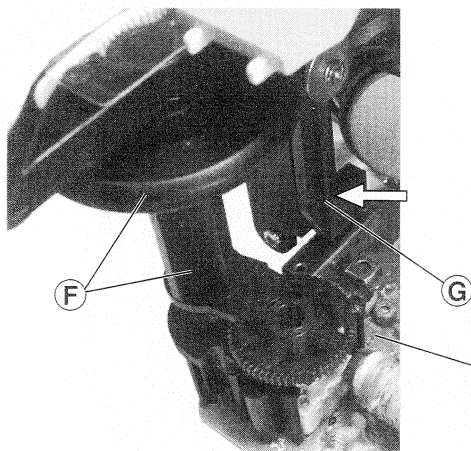

Fig. 4
- Tuningrad **F** (Fig. 4) ausrasten und herausnehmen.
- Achten Sie dabei auf die beiden Schalthebel **G** und **H** (Fig. 4/5).
- Disengage the tuning wheel **F** (Fig. 4) and take it out.
- Take care of the two switch levers **G** and **H** (Fig. 4/5).